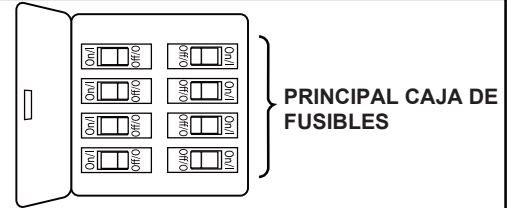

Figura 1
Uso de perfil bajo (Figura 1)
1. Extraiga la pieza de la bola colgante de la unidad de la bola colgante / varilla aflojando el tornillo de presión de la bola colgante hasta que la bola se libere de la varilla. Retire el pasador del barral y luego extraiga la semiesfera. Conserve el pasador y la semiesfera para su reinstalación en el Paso 6. (Figura 1)
Para evitar una posible descarga eléctrica, asegúrese de cortar la alimentación eléctrica de la caja de fusibles principal antes de colgar el ventilador. (Figura 1)
1. Para configurar el código de unidad del receptor. Deslice los interruptores de código a las mismas posiciones que en el transmisor. (Figura 1)